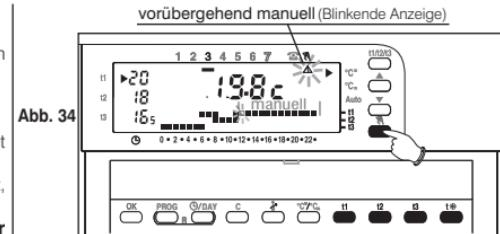

Abb. 34
- Drücken Sie kurz die Taste ⚡: es erscheint die blinkende Anzeige ▲, unter dem Symbol ⚡ und die aktive Temperaturstufe wird auf die verbleibenden Stunden des Tages angewendet (Abb. 34).